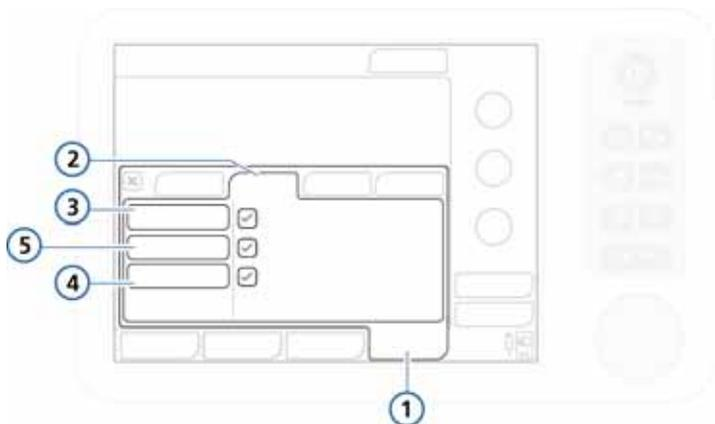

図 3-2. テスト&校正ウィンドウ
2. **[テスト&校正]** ウィンドウで、**[リークテスト]** を選択します (図 3-2)。
2. [テスト&校正] ウィンドウで、[フローセンサ] を選択します (図 3-2)。